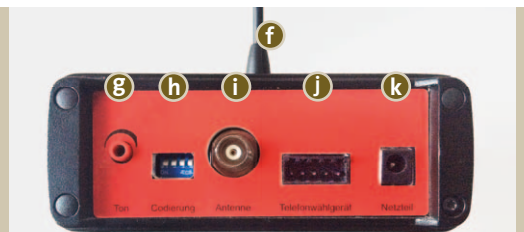

Abb. 9 Rückseite Empfänger
- 3.3. Der blaue Baustein (h) (Abb. 9) auf der Rückseite des Empfängers hat vier weiße Schalter. Im Sendergehäuse befindet sich unter der roten Test-LED (B) ebenfalls ein solcher Baustein (M) (Abb. 7). Durch Verschieben eines oder mehrere Schalter kann die Funkfrequenz für das Sender-Empfänger-System geändert werden.